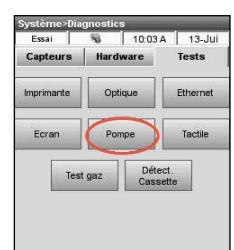

Figure 4 : Gestionnaire de Système > Diagnostics > Tests > Pompe
- Entrer **Pompe** (Figure 4) pour vérifier le moteur de la pompe. La pompe doit fonctionner en douceur, sans bruit excessif. Ce test de diagnostic vérifiera automatiquement toutes les étapes, à toutes les vitesses utilisées pendant le fonctionnement normal (7.5 à 120 tr/min), puis revient à l'onglet Diagnostics> Tests.